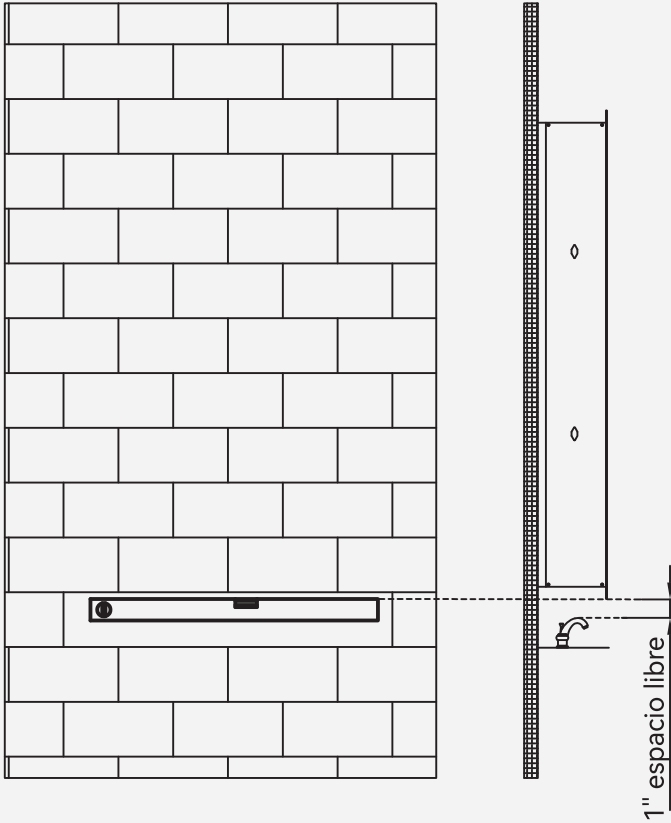

Fig 6
1. Establezca la altura precisa y dibuje una línea horizontal nivelada (Fig 6). **IMPORTANTE:** Coloque el gabinete de medicina a la altura precisa. Asegúrese de que haya al menos 1" de